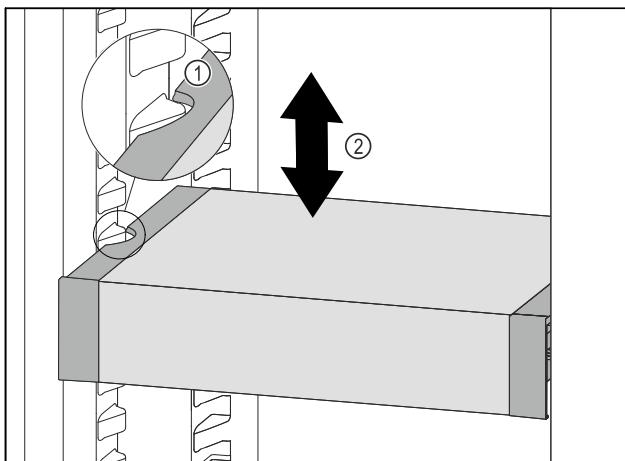

Fig. 110
- ▶ Изтеглете VarioSafe напред, докато страничните прорези на VarioSafe се намират на височината на реброто на съда в хладилната част. Fig. 110 (1)
- ▶ Преместете VarioSafe нагоре или надолу в хладилната част, докато се достигне желаната височина. Fig. 110 (2)